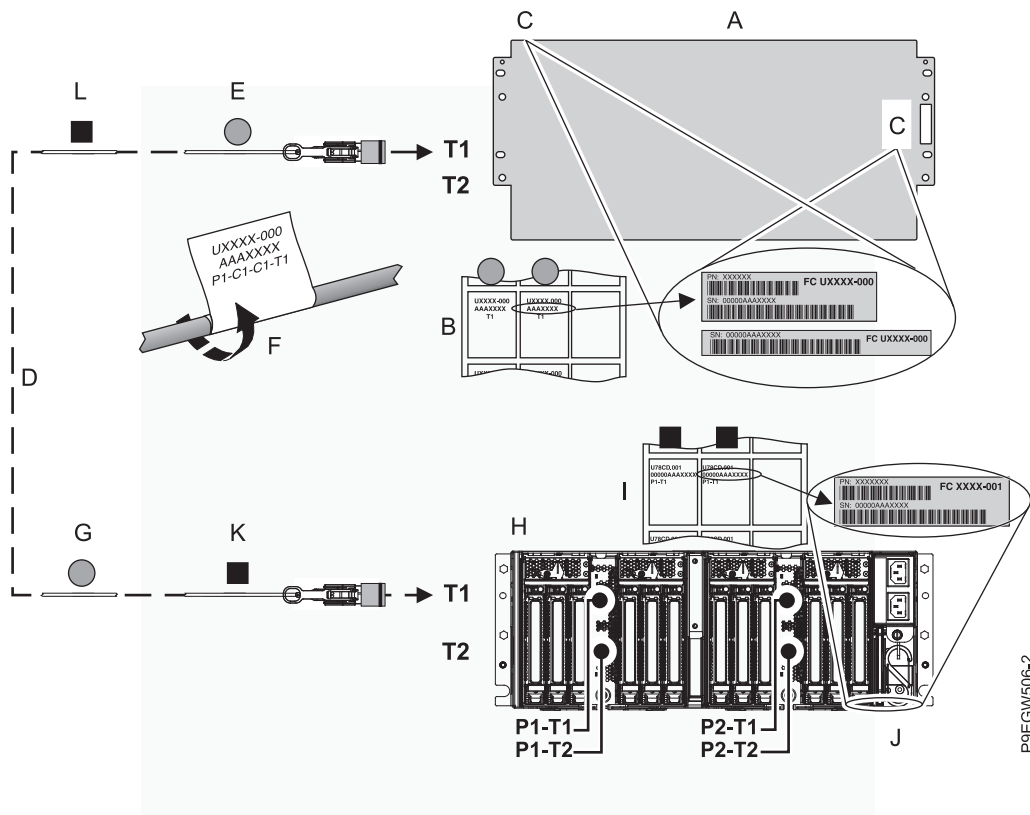

Abbildung 15. Kabel des Erweiterungseinschubs beschriften
4. Bringen Sie die Positionsetiketten des Hostsystems am Kabel des Erweiterungseinschubs an. Während Sie diese Schritte ausführen, finden Sie unter Abb. 15 auf Seite 19 weitere Referenzinformationen.